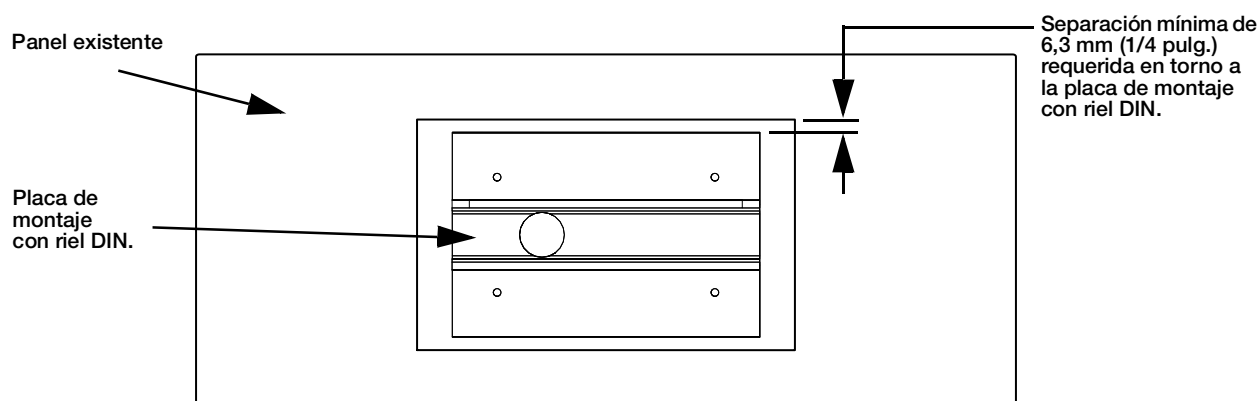

Figura 2. Agrande la abertura (si corresponde)
1. Utilice la placa de montaje con riel DIN como plantilla para marcar el panel y cortar la abertura al tamaño requerido. Debe haber una separación mínima de 6,3 mm (1/4 pulg.) entre la placa de montaje y la abertura en el panel. Consulte la Figura 2.